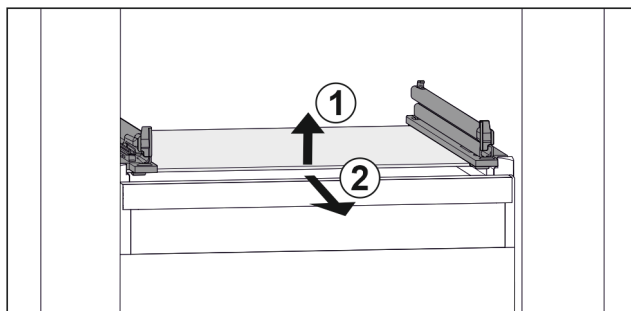

Fig. 39 Примерно изображение на стъклената плоча
- ▶ Повдигнете стъклената плоча отпред. Fig. 39 (1)
- ▶ Извадете стъклената плоча напред. Fig. 39 (2)